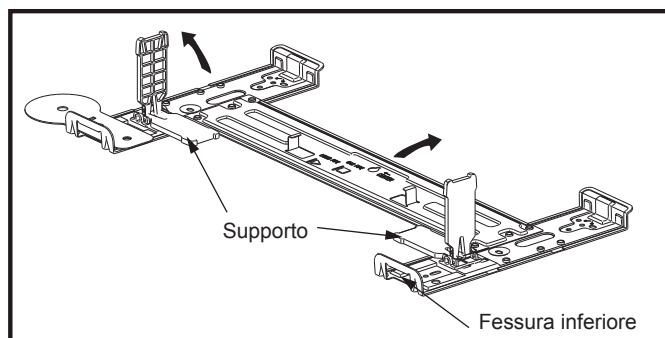
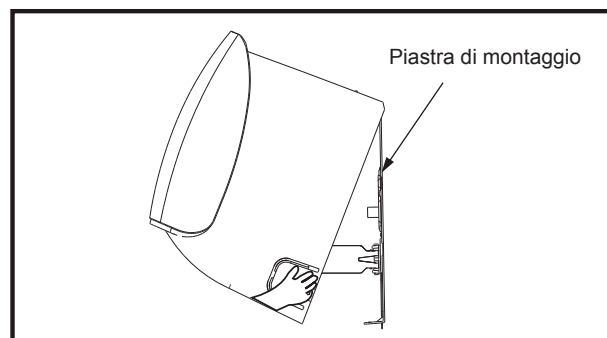

Fig. 10
Fig. 11
- 3) Aprire i due supporti sulla piastra di montaggio della parete a 90 gradi come illustrato nella Fig. 10 e muovere l'unità gradualmente per raggiungere la miglior posizione (Fig. 11).